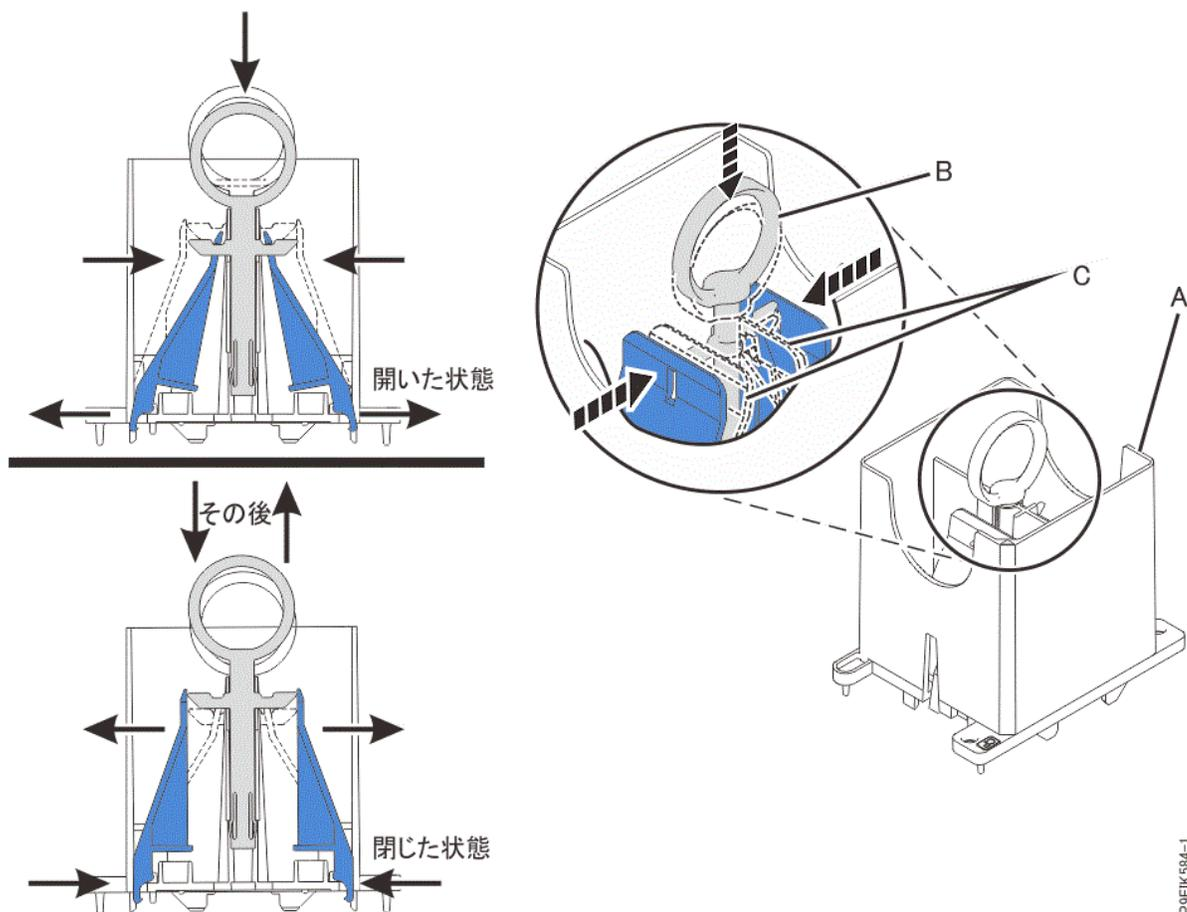

図 14. 取り外しツールがオープン位置にあることの確認
- a) 取り外しツール **(A)** がオープン位置になっていることを確認します (17 ページの図 14 を参照)。中間リング **(B)** を押し下げ、青色のタブ **(C)** を内側に向ける必要があります。